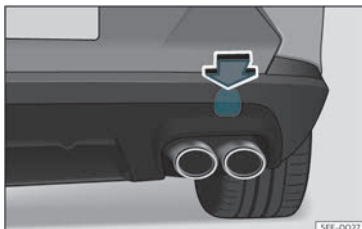

Fig. 45 No lado dereito do parachoques traseiro:retirar a tapa.
A cavidade da argola de remolque enroscaada está situada no lado dereito do parachoques traseiro detrás dunha tapa»» **fig. 45**.
- Prema sobre a parte superior da tapa »» **fig. 45** para desencaixala.